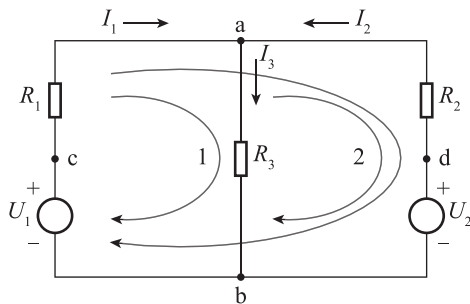

图 1-22 复杂电路
支路：电路中的每一个分支就是一条支路。图 1-22 中 abc, ab, adb 都是支路。
节点：三条或三条以上支路所汇成的交点叫节点。图 1-22 中 a 点和 b 点都是节点。
回路：电路中任一闭合路径都叫回路。图 1-22 中 abca, adba, adbca 都是回路。
网孔：电路中的回路内部不含有支路的回路叫作网孔。图 1-22 中 abca, adba 是网孔。
例题 1-6：如图 1-22 所示电路中，列出节点的电流方程。
选定各支路的参考方向如图 1-22 所示。
例题 1-8：如图 1-22 所示电路中，已知 $R_1 = 10\Omega$ ， $R_2 = R_3 = 5\Omega$ ， $U_1 = 13V$ ， $U_2 = 6V$ ，求各支路电流 I_1 、 I_2 、 I_3 。
(1) 先假定各支路电流参考方向，如图 1-22 所示。
(2) 根据 KCL 列出节点电流方程，节点 a 有
(3) 选定回路的绕行方向，如图 1-22 所示。
(4) 根据 KVL 列出两个网孔的电压方程: